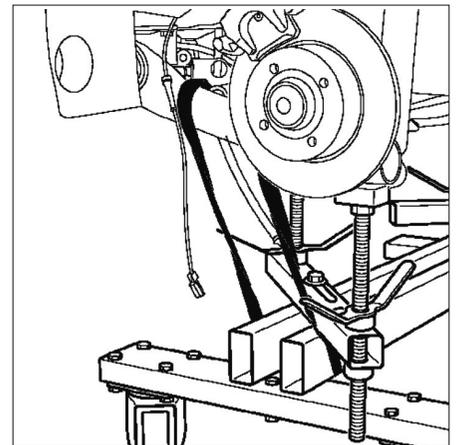

FIG. 29
- Desserrer les vis (2) de palier du train arrière.
- Réaliser un montage en soutien sous le train arrière, à l'aide d'un chariot approprié (Renault Mot. 1390) (Fig.29).